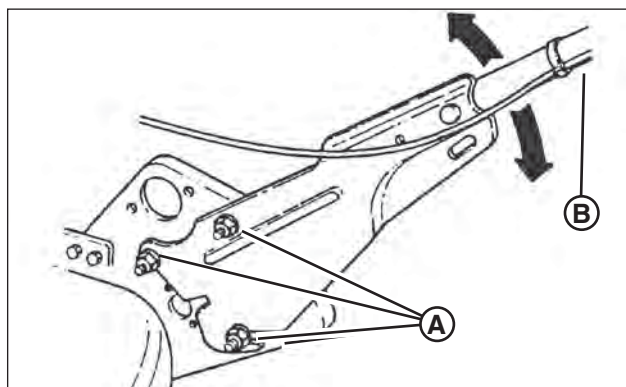

Figura 5: Ajuste de la altura del manillar
1. Suelte las tuercas inferiores (A, Figura 5) en la parte inferior de cada lado del manillar.
2. Mueva el conjunto de manillar (B) hacia arriba o hacia abajo hasta lograr la posición deseada.